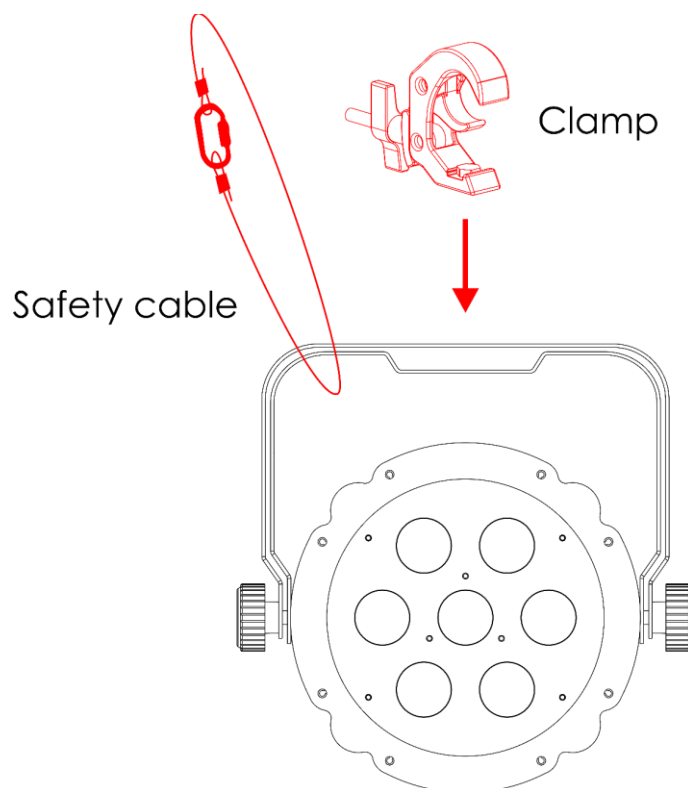

Fig. 07
- 01) Per fissare il dispositivo alla struttura di supporto, utilizzare un morsetto, come mostrato nella Fig. 07. Assicurarsi che il dispositivo non possa muoversi liberamente.
- 02) Assicurare il dispositivo con una sospensione secondaria, ad esempio un cavo di sicurezza. Assicurarsi che la sospensione secondaria sia in grado di sostenere 10 volte il peso del dispositivo. Se possibile, la sospensione secondaria deve essere collegata a una struttura di supporto indipendente dalla sospensione primaria. Mettere il cavo di sicurezza intorno alla **staffa di montaggio (03)**, come illustrato nella Fig. 07.